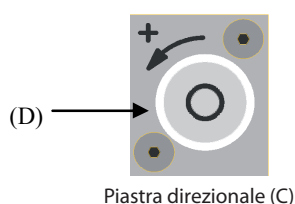
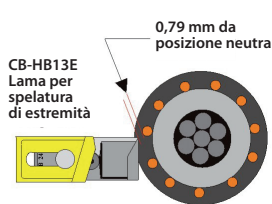

Fig. 3
Fig. 4
Passaggio 2. Con l'utensile bloccato attorno al cavo, regolare la lama girando il pomello (D) in senso antiorario, nella direzione della freccia (Fig. 3) per aumentare la profondità della lama nell'isolante o in senso orario, nella direzione opposta della freccia (Fig. 3) per diminuire la profondità della lama. Impostare la lama attorno ad 0.8 mm dallo schermo neutro concentrico del cavo come in Fig. 4 e 5.